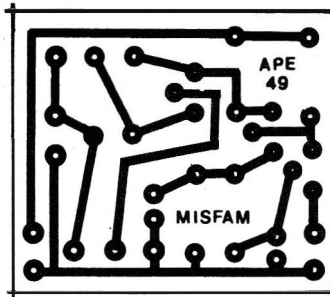

Fig.2
- FIG. 2 - LAY OUT DO CIRCUITO IMPRESSO ESPECÍFICO - Como os componentes mais "taludos" (bobina, capacitor variável, alto-falante, etc...) ficam, por razões "estratégicas", fora da placa, esta se restringe a dimensões bastante modestas, num padrão cobreado de fácil reprodução e execução... A figura traz o lay out em tamanho natural (escala 1:1, como sempre fazemos em APE...) e assim tudo se resume em "carbonar" o desenho sobre a face cobreada de um fenolite virgem (já nas dimensões convenientes), posterior traçagem com tinta ou decalques ácido-resistentes, corrosão, furação e limpeza... Notem que - mesmo sendo simples - o padrão cobreado exige uma cuidadosa conferência final, para ver se não restaram "curtos", contatos indevidos ou falhas... Tudo isso pode ser facilmente corrigido antes dos componentes serem inseridos e soldados (depois, fica bem mais complicado...).